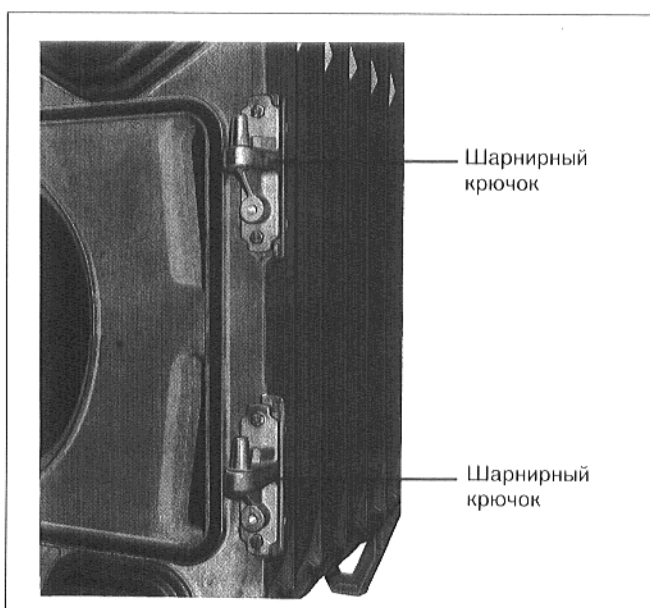

Рис. 26
- Привинтить каждый шарнирный крючок двумя винтами М 12 x 55 к переднему элементу, соответственно рис. 26 (шарниры справа или слева).